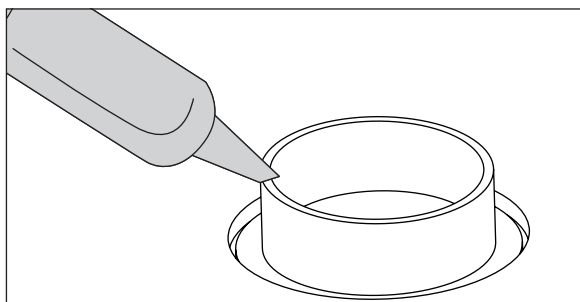

FIG 2 Appliquez un adhésif de construction sur tous les pieds.
- 3** Appliquez un adhésif de construction sur tous les pieds et installez le bac dans l'alcôve (**Fig. 2**).